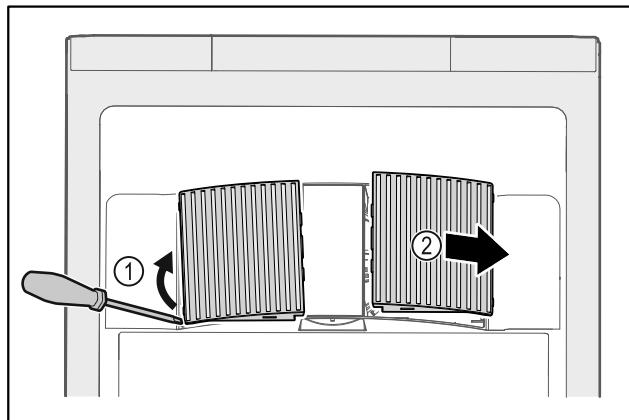

Fig. 234
- Осторожно поденьте крышки вентилятора сбоку Fig. 234 (1) и снимите их движением вперед Fig. 234 (2).